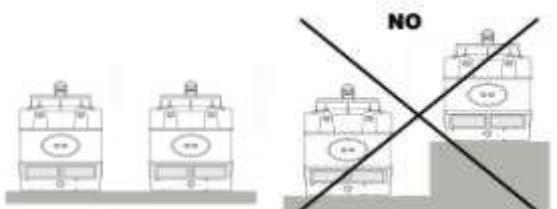

Fig. 22
- f) In case of an installation of several towers, these towers must be installed at the same height, because, otherwise, the tower in a higher position could draw the saturated air coming from the tower located in a lower position (Fig 22).
- f) Nel caso verranno installate diverse torri, devono essere installate alla stessa altezza, altrimenti la torre superiore può aspirare l'aria satura proveniente dalla torre inferiore (fig. 22).
- f) En el caso de que vayan a instalarse varias torres, éstas deberán instalarse a la misma altura, ya que de lo contrario, la torre a mayor altura podría aspirar el aire saturado de la torre situada más abajo (fig. 22).